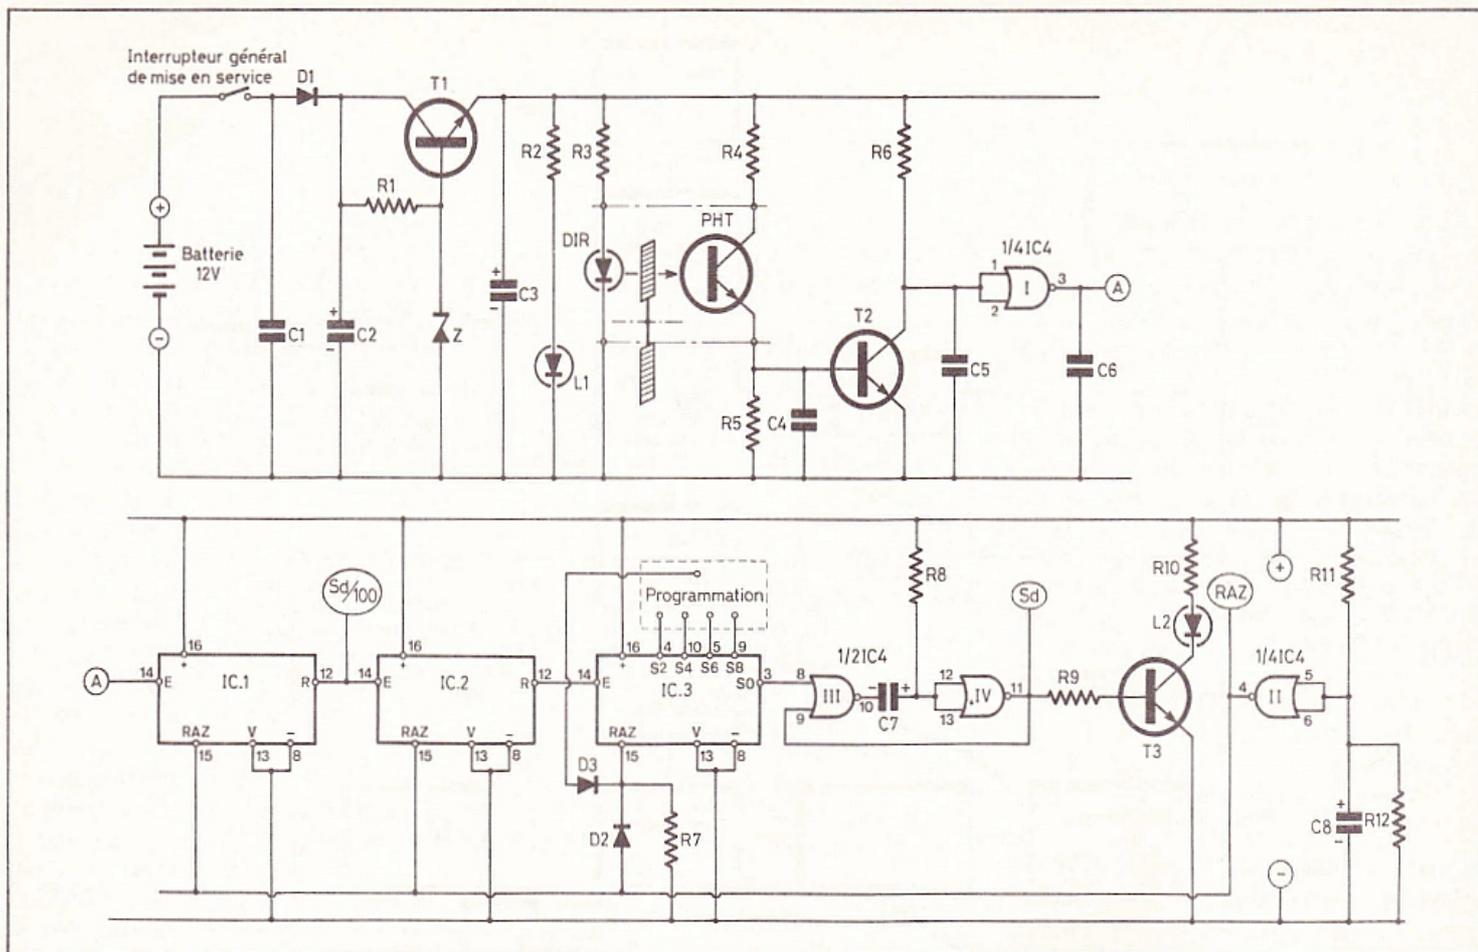

Fig. 3. — Alimentation. Détection de la distance. Mise en forme de l'information distance. RAZ automatique à la mise sous tension.
a) Alimentation (fig. 3)
b) Détection du paramètre « distance parcourue » (fig. 3)
c) Mise en forme de l'information « distance » (fig. 3)
- une division par 1 000 lorsqu'il n'y a aucune liaison programmée entre les sorties et l'entrée RAZ de IC_3 (cas de la figure 3),
d) RAZ automatique au moment de la mise sous tension (fig. 3)
dans un premier temps. En effet, cette capacité se trouve chargée par un courant limité par R_{11} si bien que le niveau logique des entrées de la porte inverseuse NOR II de IC_4 reste nul, au début de la mise sous tension. En conséquence, le niveau logique de la sortie de cette porte reste égal à 1. Ce signal désigné par « RAZ » sur la figure 3 assure la remise à 0 des trois compteurs IC_1 , IC_2 et IC_3 . Par la suite, et après un temps de l'ordre de la seconde ($R_{11} \times C_8$), la capacité C_8 étant suffisamment chargée, le niveau logique 1 disparaît à la sortie de la porte NOR II de IC_4 . Les compteurs sont ainsi prêts à remplir leur mission. La résistance R_{12} permet la décharge de C_8 lors de la coupure de l'alimentation de façon à ce qu'elle soit prête pour la réalimentation suivante. L'ensemble des éléments constituant la figure 3 se trouve inséré dans un premier boîtier Teko désigné « détection de la distance » qui comporte ainsi cinq sorties :
Les signaux de périodicité 7,2 s, disponibles à la sortie de report de IC₁ sont pris en compte par la bascule monostable constituée par les portes NOR I et II de IC₆. La sortie de cette bascule est chargée de commander, sous la forme de brèves impulsions positives, la commande périodique (toutes les 7,2 s) du séquenceur (indice B de la figure 3).